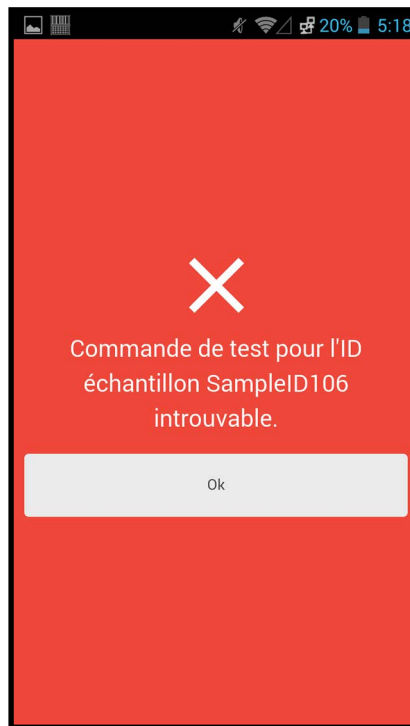

Figure 5-104. Écran Cepheid Link d'erreur de lecture (commande introuvable (X sur fond rouge))
- 3) En l'absence de découverte de commande, l'écran d'erreur (Commande introuvable (X sur fond rouge)) s'affiche (voir la Figure 5-104). Touchez le bouton **Ok** pour revenir à l'écran Lire l'échantillon.
- 5) En l'absence de découverte de commande, l'écran d'erreur (Commande introuvable (X sur fond rouge)) s'affiche (voir la Figure 5-104). Touchez le bouton **Ok** pour revenir à l'écran Lire l'échantillon.